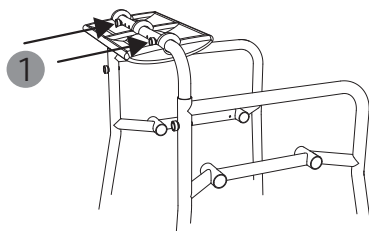

fig. 7
6. Det er nu muligt at nå skruerne på bagsiden af polstringen, og de er nemme at trække ud af polstringen (1, fig. 7).